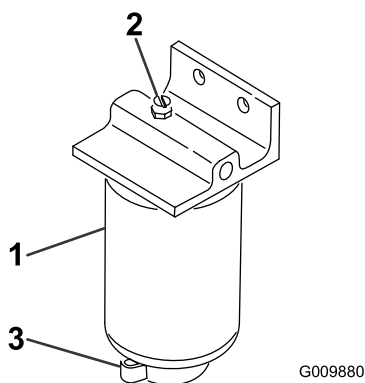

Figura 54
2. Liberte a válvula de escoamento que se encontra na zona inferior do recipiente do filtro (Figura 54).
1. Limpe a zona de montagem do recipiente do filtro (Figura 54).